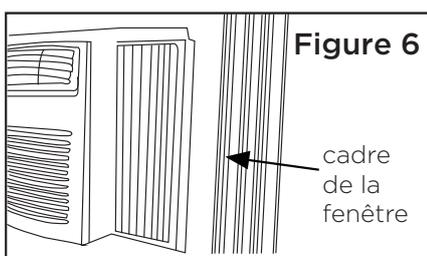

Figure 6
3. Étendez les panneaux latéraux vers l'extérieur contre le cadre de la fenêtre (Figure 6).